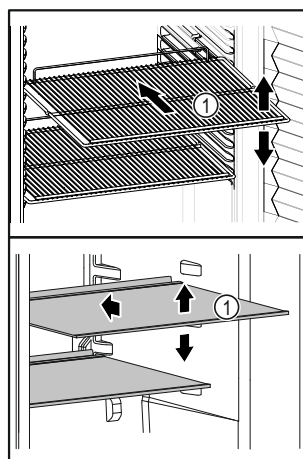

Fig. 65 Simbolična slika
- ❑ Če so odlagalne površine Fig. 65 (1) premične, jih prilagodite po višini.